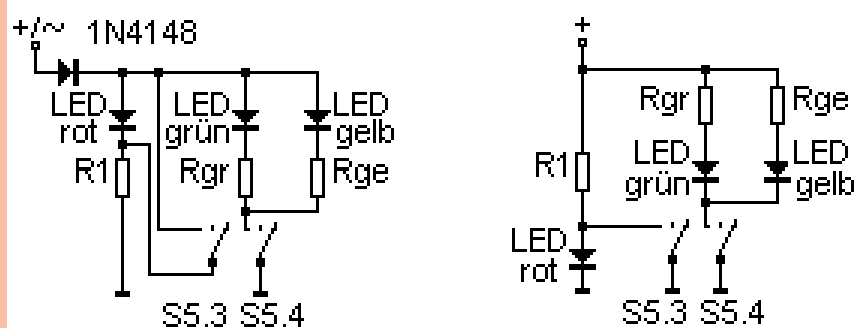

Abb. 4: Die unterschiedlichen Anschlüsse der LEDs im Signal machen entsprechend geänderte Schalteranschlüsse notwendig!
Schalter 2 und 5 aus Abbildung 3 mit zwei weiteren Ebenen (s. Abb. 4). Ist die Spannung im Einfahrbereich ausgeschaltet, dann sollte ein Zug vor dem Einfahrtsignal stehen bleiben. Das Signal zeigt also Hp0 (Rot). Solange der Einfahrbereich spannungslos ist, wird ein fälschlich durchrutschender Zug wie bei einer Zwangsbremung vor der ersten Weiche anhalten. Damit haben wir auch den Aspekt der Sicherheit eingebaut. Das komplexe Thema Betrieb und Verkabelung ist recht umfangreich!
Einfahrbereich und Signal werden durch einen Kippschalter (Ein-Aus-Ein) mit vier Ebenen gekoppelt (Abb. 4). Ein spannungsloser Weichenbereich bedeutet immer Halt, also Hp0 am Signal. Die rote LED brennt daher über R1. Wir haben zwei Buchsen, je eine am Bahnhofsende. In beide kann ein Regler eingesteckt werden um in jede Richtung zu fahren. Einigen wir uns jedoch auf einen Grundsatz bei der Bedienung, dann ist die linke Buchse für das Fahren von links in Richtung Bahnhof zuständig, während die rechte Buchse die Züge von rechts hereinholt. Wenn wir diese Regel einhalten, kann der Schalter auch in der betreffenden EIN-Position – die für die jeweilige Ausfahrt gegen das Signal zuständig ist – das Signal weiterhin ROT leuchten lassen. Rot geht aus, sobald der Schaltkontakt der dritten Ebene die rote LED kurzschließt. Gleichzeitig lässt der Kontakt der Ebene 4 den Strom durch die gelbe und grüne LED fließen – Hp2, da Halt zu erwarten oder Fahrt über eine ablenkende Weiche folgt.
Abb. 4: Die Messdioden lassen sich in beliebiger Richtung zwischen Fahrtrafo und Gleis einsetzen. Der Ausgang des GBMM am Optokoppler (OK) kann direkt genutzt werden oder über die nachgeschaltete Transistorstufe das Relais erregen.